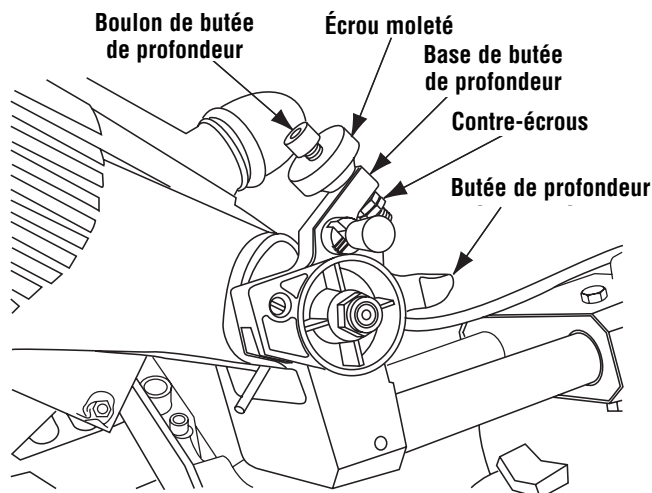

Figure 14. Réglage de la butée de profondeur
1. Desserrez les deux (2) contre-écrous à l'extrémité du boulon de butée de profondeur (Figure 14).
2. Desserrez l'écrou moleté sur le dessus du bras (Figure 14).